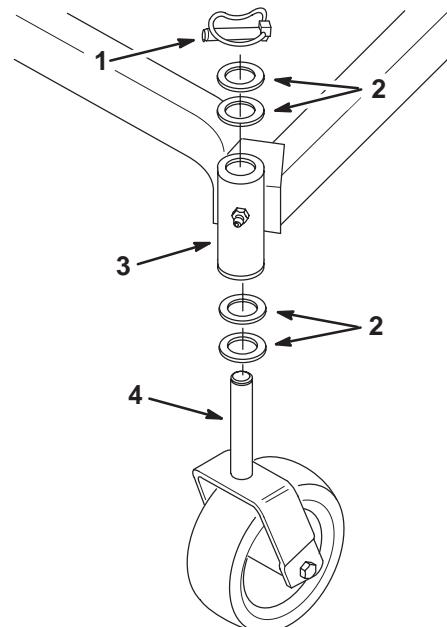

Bild 33
- Entfernen Sie den Klappstecker und die Druckscheibe(n) von der Oberseite der Laufradgabel (Bild 33).
- Prüfen Sie die Gabel auf Abnutzung und tauschen sie bei Bedarf aus (Bild 33).
- Schieben Sie die Laufradgabel durch die Büchsen in das Befestigungsrohr. Bringen Sie die Druckscheiben wieder auf den Gabeln an und sichern sie mit dem Klappstecker ab (Bild 33).